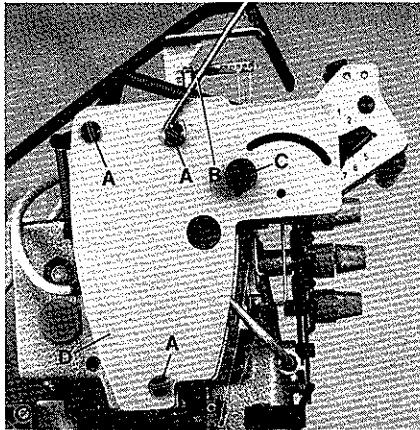

Fig.55
Remove screws (A, Fig.55) and lead-in wire (B). Loosen collar on thumb screw (C) and screw out thumb screw. Remove collar and head cover (D). Screw in thumb screw (C).
Entfernen Sie die Schrauben (A, Fig.55) und den Führungsbügel (B). Lösen Sie den Stellring auf der Rändelschraube (C) und drehen Sie die Rändelschraube heraus. Entfernen Sie den Stellring und den Kopfdeckel (D). Drehen Sie die Rändelschraube (C) wieder ein.